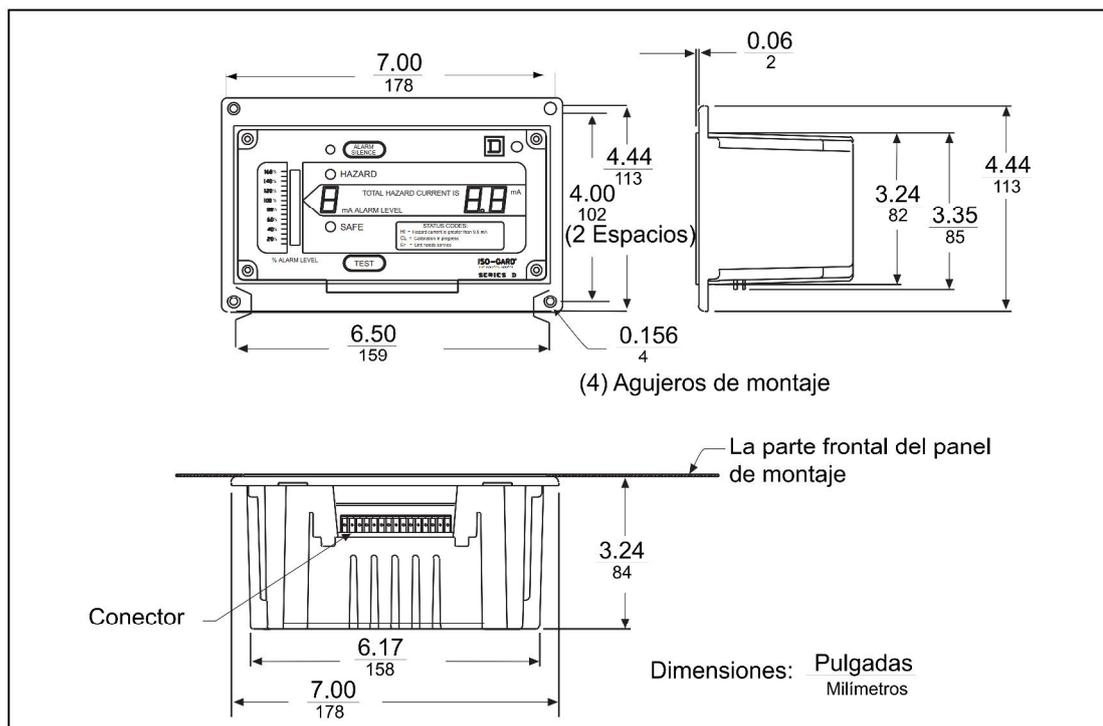

Figura 2 Dimensiones del LIM
1. Prepare la abertura y los agujeros de montaje. Vea las dimensiones exactas en la figura 2.
1. Prepare la abertura y los agujeros de montaje como muestra la figura 2.